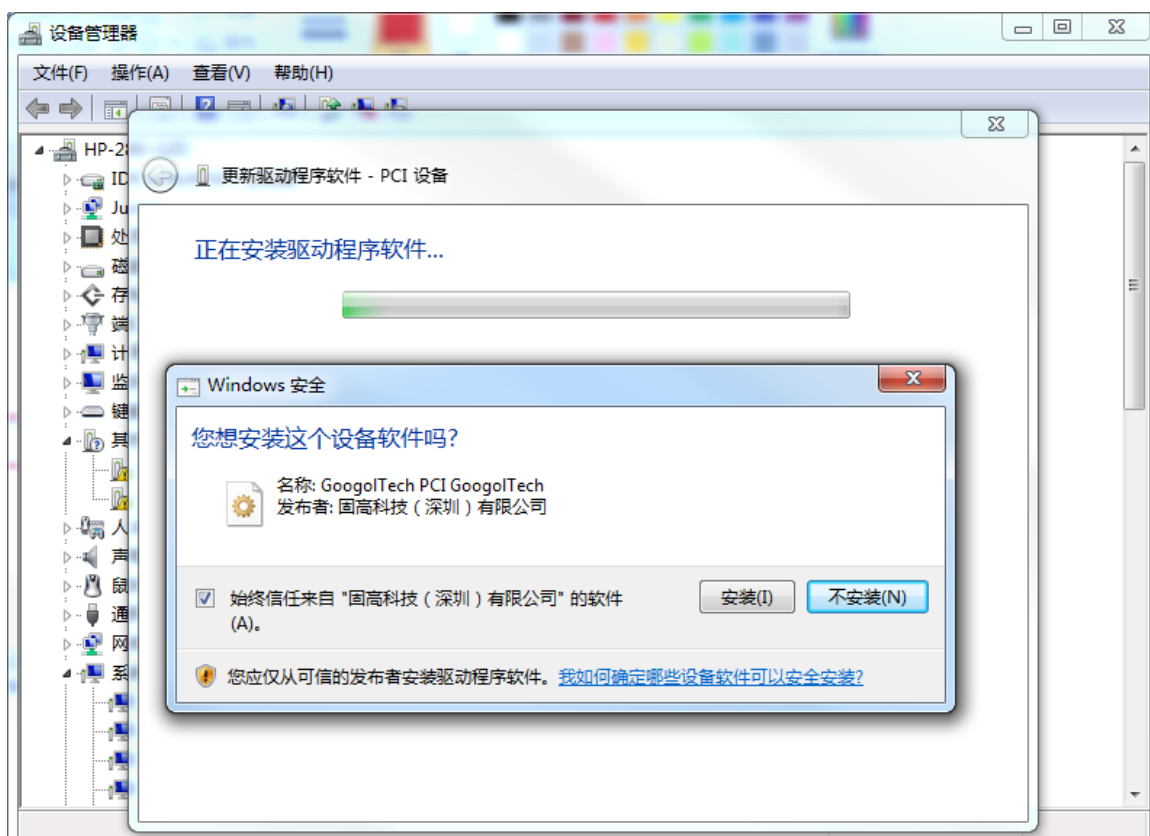

图 2-5 控制器驱动程序安装界面 5
(7) 如图 2-5 所示, 勾选 “始终信任来自”固高科技(深圳)有限公司的软件(A)”, 点击“安装(I)”。